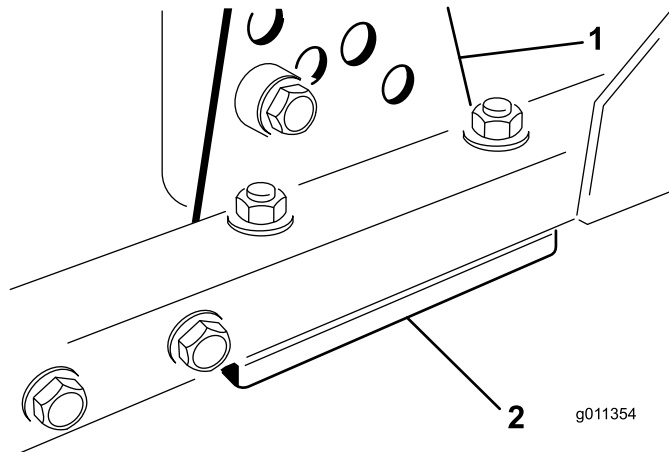

图 13
1. 从刀盘架上拆除剪草高度支架前、左或右 (图 13)。
2. 在刀盘架与剪草高度支架之间增、减 1.5mm 薄垫片和/或 0.7mm 薄垫片以达到所需的高度设置图 13。